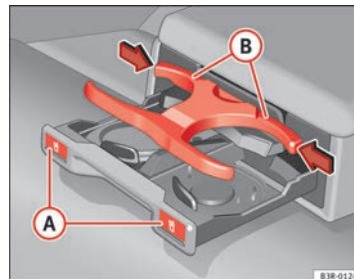

Abb. 120 Getränkehalter in der Armlehne hinten
- Drücken Sie auf das Symbol  **A** ⇒ Abb. 120.